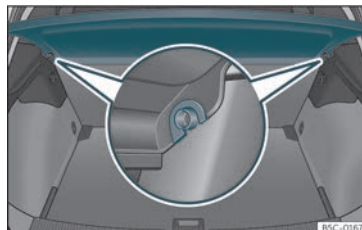

Fig. 115 No maleteiro: desmontar e montar a bandexa.
- Desencaixe a bandexa dos soportes laterais >>> fig. 115 puxando da mesma cara arriba e extraia a bandexa.
- Introduza a bandexa horizontalmente facendo coincidir a “ferradura” sobre o eixe dos soportes >>> fig. 115, e prema cara abaixo ata que encaixe.